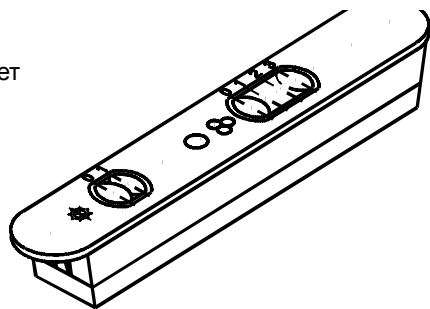

РИС. 7
7.2 Включение зонта производится при помощи ползункового переключателя (рис. 7). Правый переключатель регулирует скорость работы вентилятора: